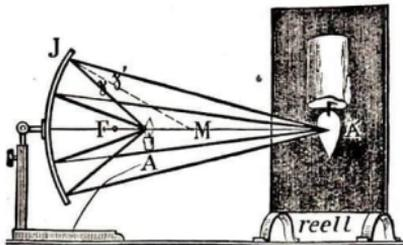

Abb. 230. Zeichenspiegel
4. Wann entstehen „wirkliche“ Bilder? (Abb. 230.)
Vorübung: Rücke die Kerzenflamme A über die Brennweite hinaus! (Abb. 230.) **Zeichne** zwei Strahlen von A aus gegen den Spiegel und suche die reflektierten, indem du $\sphericalangle \gamma = \sphericalangle \gamma'$ machst! [Ergebnis: Die reflektierten Strahlen gehen zusammen.]